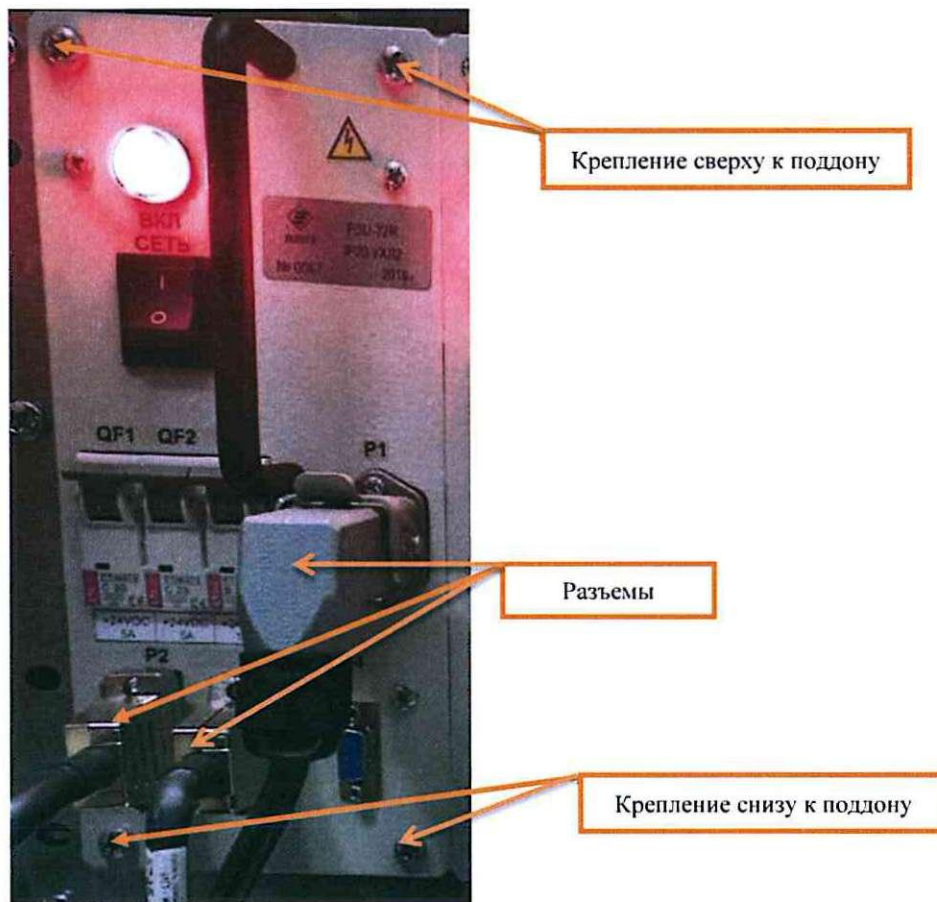

Рисунок 4. Отключение разъемов с кабелями.
отвертки все подключенные разъемы с кабелями: «P2», «P3» и «P4» (при условии наличия подключений) (Рисунок 4).
7.1.6 Отвернуть винты крепления источника питания к поддону с помощью крестообразной отвертки и извлечь заменяемый источник питания (Рисунок 4).
7.1.7 Установить новый источник питания, завернуть болты крепления источника питания к поддону (Рисунок 4), подключить все отключенные разъемы с кабелями (Рисунок 4).